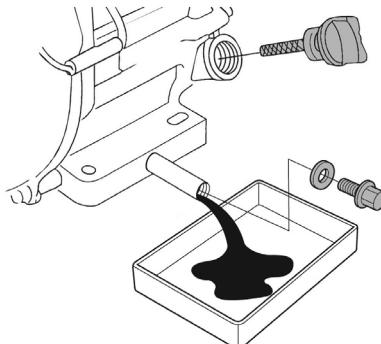

Рис. 27. Замена масла в двигателе
- Удерживая одним ключом трубку-удлинитель от проворачивания, открутите пробку для слива масла и спейте отработанное масло в подготовленную для этого емкость (Рис. 27).